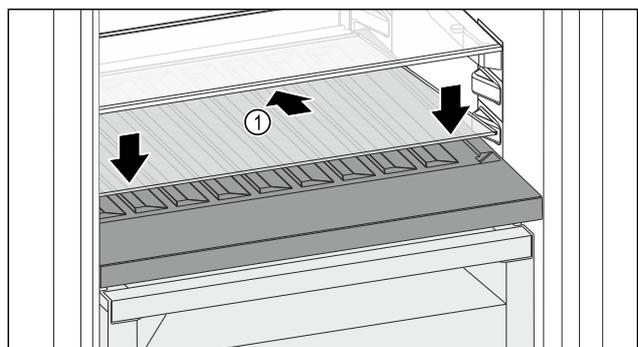

Fig. 120
- ▶ Glasplatte Fig. 120 (1) schräg und nach hinten unten geneigt ansetzen.
- ▶ Glasplatte Fig. 120 (1) vorne absenken.